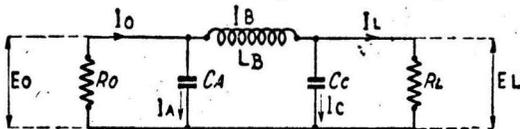

Figure 1
I. — LA CELLULE EN π (fig. 1)
Sur la figure 1, on a appelé: R_o la résistance équivalente à l'impédance de charge côté entrée; R_l la résistance équivalente à l'impédance de charge côté sortie; C_a le conden-